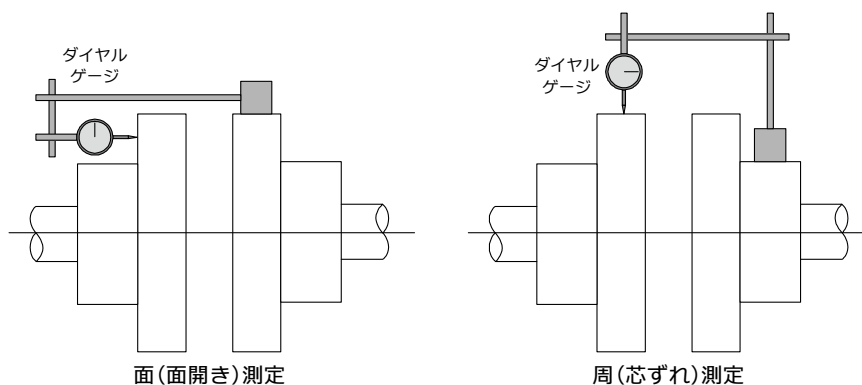

図 2.3-1 ダイヤルゲージによる芯出し
- (3) カップリングの面間寸法を外形図に記載されている寸法に従って、テーパゲージなどを用いて確認して下さい。
- (4) ダイヤルゲージなどを用いて芯出しを行って下さい(図 2.3-1)。カップリングの90° 毎の4点を測定し、それぞれの値が面・周とも5/100mm以下となるように調整して下さい。